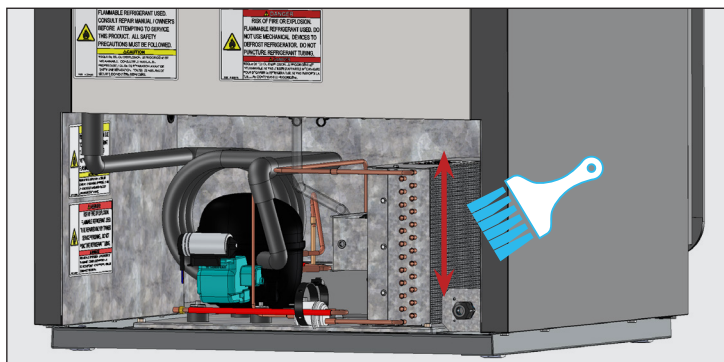

Abb. 3. Verwenden Sie die Bürste nicht an den Lamellen der Rohrschlange.
3. Reinigen Sie mit einer Bürste mit harten Borsten den angesammelten Schmutz sorgfältig von den Lamellen der vorderen Kondensatorrohrschlange. Siehe Abb. 3.